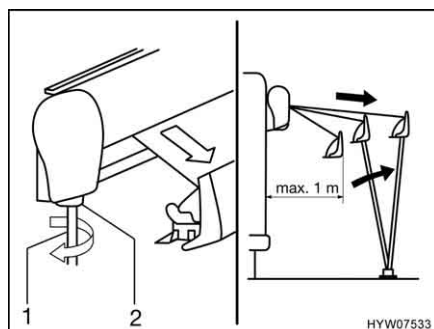

Fig. 51 Estrazione della tenda
- Inserire la manovella (Fig. 51,1) nel supporto a baionetta (Fig. 51,2) della tenda e girarla in senso antiorario. La tenda si apre dopo un paio di rotazioni.